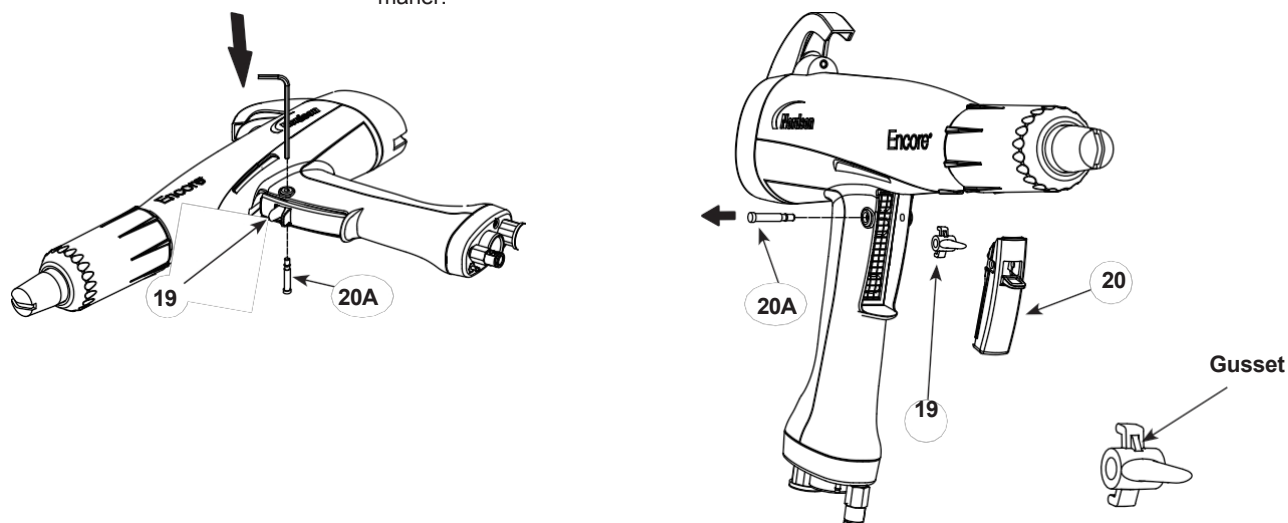

Figura 17 Îndepărtarea axului și declanșatorului de la mâner
3. A se vedea figura 17. Așezați pistolul de pulverizare pe o suprafață solidă, astfel încât capătul cu diametrul mic al axului de declanșare (20A) este orientat în sens ascendent.
5. Scoateți declanșatorul de pulverizare (20), dispozitivul de acționare și declanșatorul de purjare (19) de pe mâner.